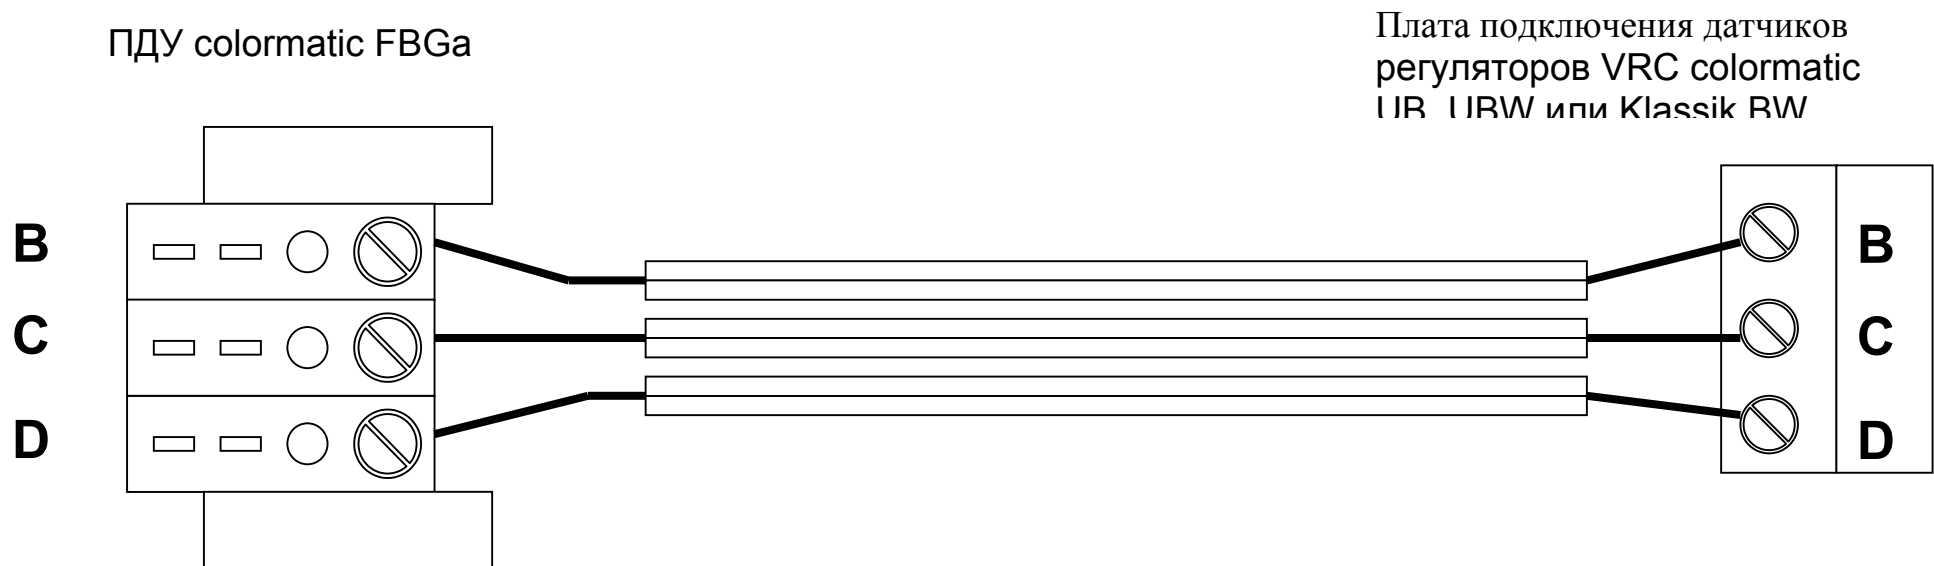

Рис. 9.3 Подключение ПДУ colormatic FBGa к регуляторам VRC colormatic UB, UBW или Klassik BW.
- b) Присоединить кабель в соответствии с рис. 9.3 стр. 20.